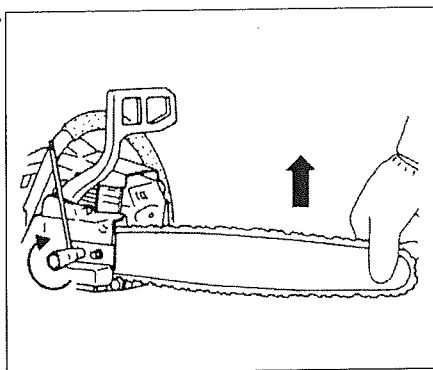

Fig.1-4
- PROPER TENSION IS EXTREMELY IMPORTANT! (Fig. 1-4, 5)
6. Raise the bar end and securely tighten the chain bar clamp nut with the box wrench. (Fig. 1-4)
- UNE TENSION CORRECTE DE LA CHAÎNE EST EXTREMEMENT IMPORTANT ! (Fig. 1-4 et 1-5)
6. Soulevez à nouveau l'extrémité du guide-chaîne et serrez fermement l'écrou de serrage du guide-chaîne avec la clé à bougie (Fig. 1-4).
- UNA TENSIONE ADEGUATA É ESTREMAMENTE IMPORTANTE! (Fig. 1-4, 5)
6. Sollevare l'estremità della lama e serrare a fondo il dado di fissaggio della lama della catena con la chiave a tubo. (Fig. 1-4)
- DIE KETTE MUSS ORDNUNGSGEMÄß GESpanNT SEIN! (Fig. 1-4, 5)
6. Die Befestigungsmutter bei angehobenem Schienenende mit einem Steckschlüssel fest anziehen. (Fig. 1-4)
- LA CORRECTA TENSION ES SUMAMENTE IMPORTANTE! (Fig. 1-4, 5)
6. Levantar el extremo de la barra y ajustar firmemente la tuerca de fijación de la barra de la cadena con la llave de cubo. (Fig. 1-4)
- KORREKT SPÄNNING ÄR YTTERST VIKTIGT! (Fig. 1-4, 5)
6. Lyft upp svärdsänden och drag fast spännbulten med den fasta nyckeln. (Fig. 1-4)